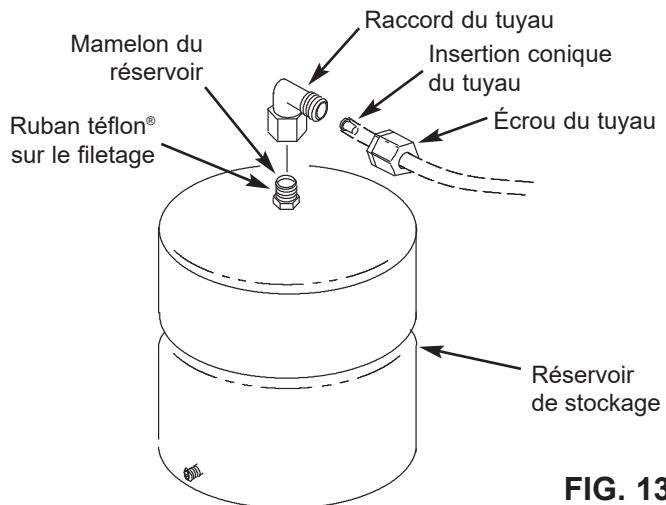

FIG. 13
1. Enroulez du ruban téflon® (2 fois dans le sens horaire) sur le filetage du mamelon au sommet du réservoir. Voir Fig. 13
2. Repérez le raccord de tuyau. Voir Fig. 13. Vissez lentement le raccord de tuyau sur le mamelon du réservoir, 7 à 8 tours complets pour ne pas fausser le filetage ni serrer outre mesure.